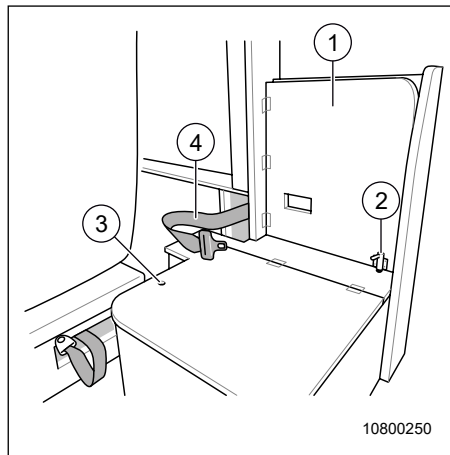
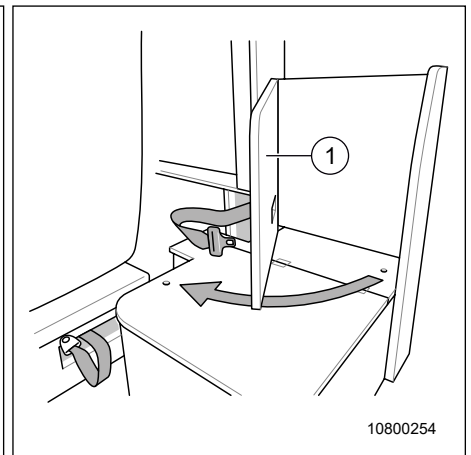

Fig. 20 Transformation du 5e siège
Fig. 21 Transformation du 5e siège : préparation
2. Tirer la ceinture de sécurité (Fig. 20, pos. 4) hors de l'ouverture arrière.
3. Tirer le goujon (Fig. 20, pos. 2) vers le haut et le tenir ainsi.
4. Faire pivoter le dossier (Fig. 20 et Fig. 21, pos. 1) en dehors.
5. Faire encliqueter le goujon (Fig. 20, pos. 2) en Fig. 20, pos. 3 .